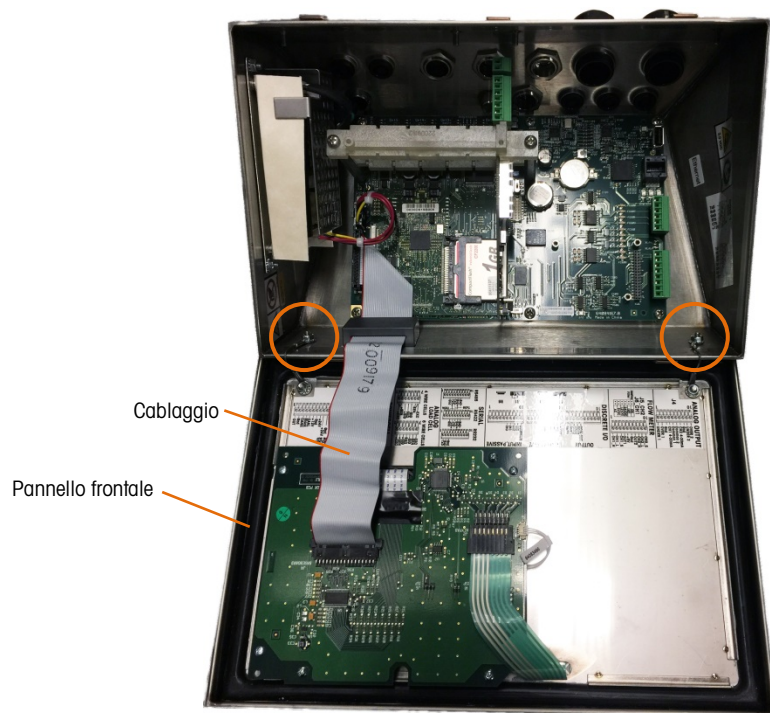

Figura 2-9: Pannello frontale dell'armadietto per ambienti difficili aperto, con pannello frontale in orientamento originale
3. Allentare e rimuovere i due dadi che fissano i due cavi di metallo che congiungono il coperchio anteriore all'alloggiamento posteriore. La loro posizione è indicata in Figura 2-9.